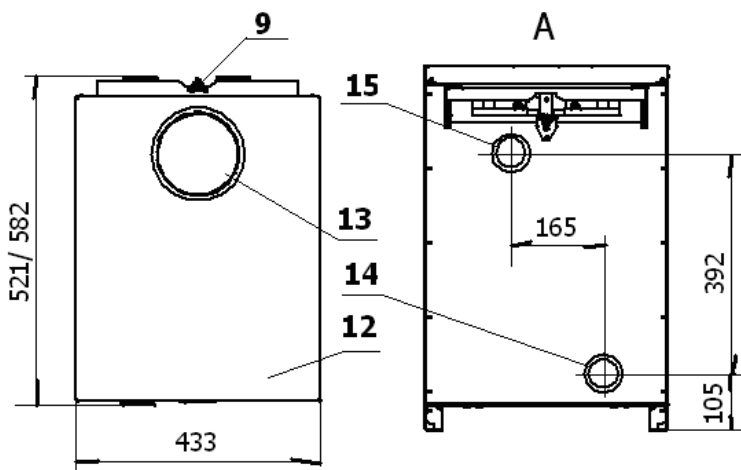

Рис.3 Котлы КС-Г-25S-Э/30S-Э; КС-Г-25T-Э/30T-Э
5.3 Котлы моделей КС-Г-25S-Э/30S-Э; КС-Г-25Т-Э/30Т-Э рис.3 транспортируют со снятым датчиком тяги 9, поэтому перед эксплуатацией его необходимо присоединить.